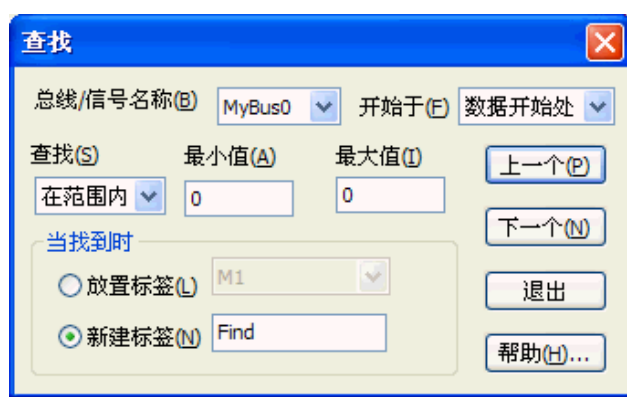

图 6.24 查找对话框
- **步骤1**：点击工具栏中的快捷按钮或选择菜单中【分析】-【查找】选项，弹出如图6.24所示的对话框。